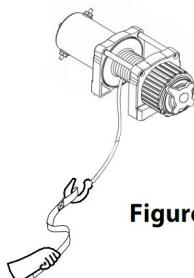

Figure 2
9. **GEBRUIK ALTIJD DE HANDBEVEILIGING** wanneer u de staalkabel in- of uitleidt (zie afbeelding 2).